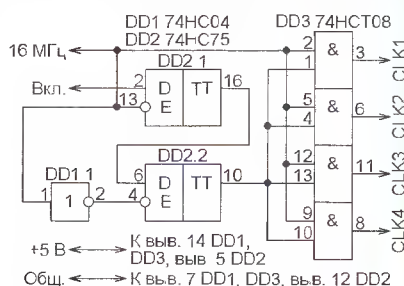

Рис. 9
**Узел синхронизации включения тактовых импульсов (рис. 9 <[http://users.sch.gr/achorevas/ArrayOfMCU\\_control\\_R2.0.pdf](http://users.sch.gr/achorevas/ArrayOfMCU_control_R2.0.pdf)>).** В некоторых случаях, например, в многопроцессорных системах повышенной надёжности, требуется начинать тактовые импульсные последовательности, подаваемые на процессоры системы, одновременно с точностью до импульса. Однако при асинхронном сигнале включения может получиться так, что первый из прошедших клапан импульсов окажется меньшей длительности, чем остальные, и слишком коротким для запуска некоторых из группы синхронизируемых устройств. В результате они начнут работать только со второго тактового импульса несинхронно с остальными.